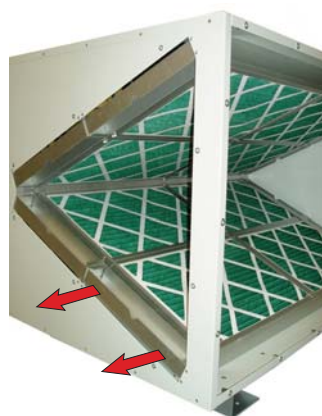

Рисунок 6.6
2. Извлечь проставки из короба фильтров для высвобождения фильтров, см. *Рисунок 6.6*.